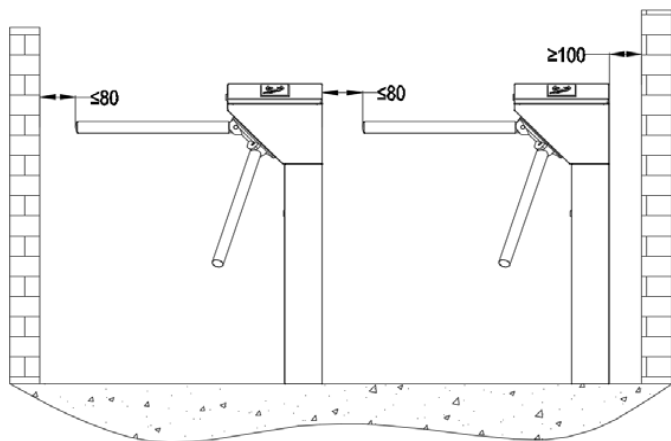

Рис. 3-1
2. Расстояние от преграды до края преграждающих планок не должно превышать 80 мм. (см. рис. 3-1).